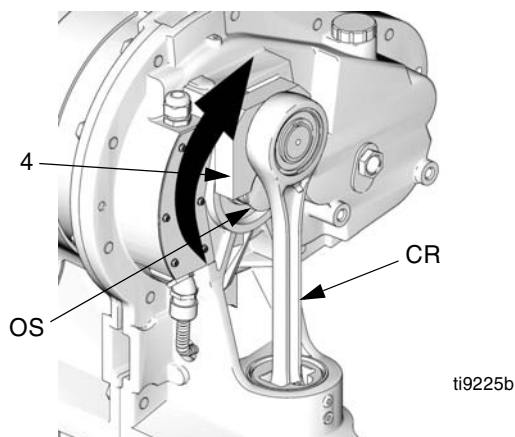

ABB. 7. Kurbelarm drehen
- f. Siehe ABB. 7. Den Kurbelarm (4) drehen, um ihn auf diese Weise von der Ausgangswelle (OS) zu entfernen.